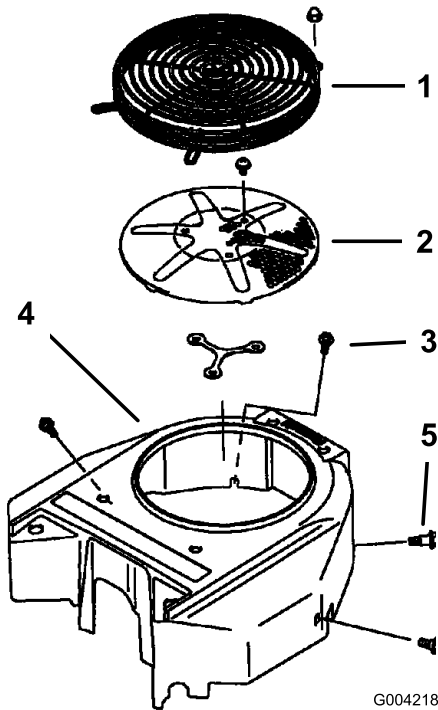

Bild 62
3. Entfernen Sie das Luftansauggitter und das Lüftergehäuse (Bild 62).
5. Montieren Sie das Luftansauggitter, den Rücklaufstarter und das Lüftergehäuse (Bild 62).